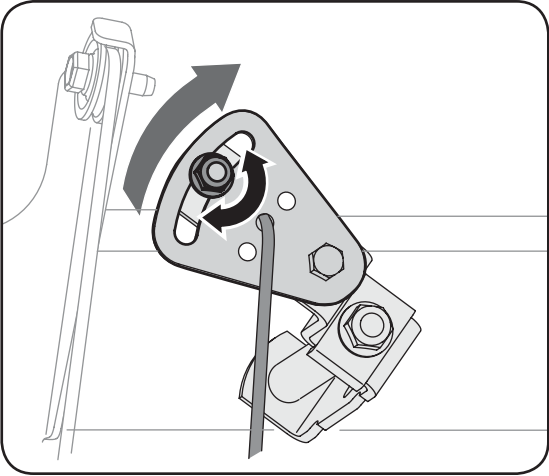

Figure 5-1
3. Desserrez l'écrou à six pans sur le support indexé du câble de changement de vitesses. Voir la Figure 5-1.